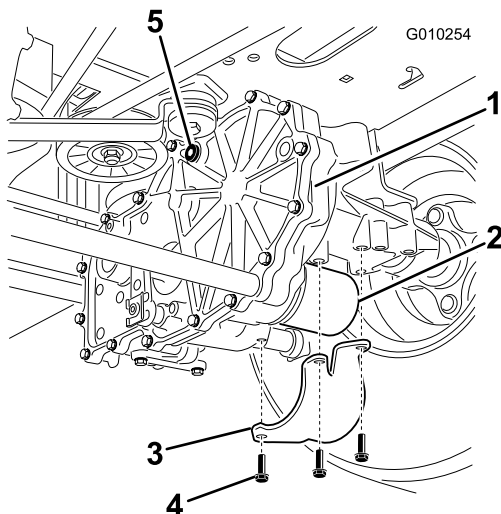

Figura 53
2. Individuate il filtro e le protezioni su ogni sistema di trasmissione (Figura 53). Rimuovete le tre viti con cui è fissata la protezione del filtro.